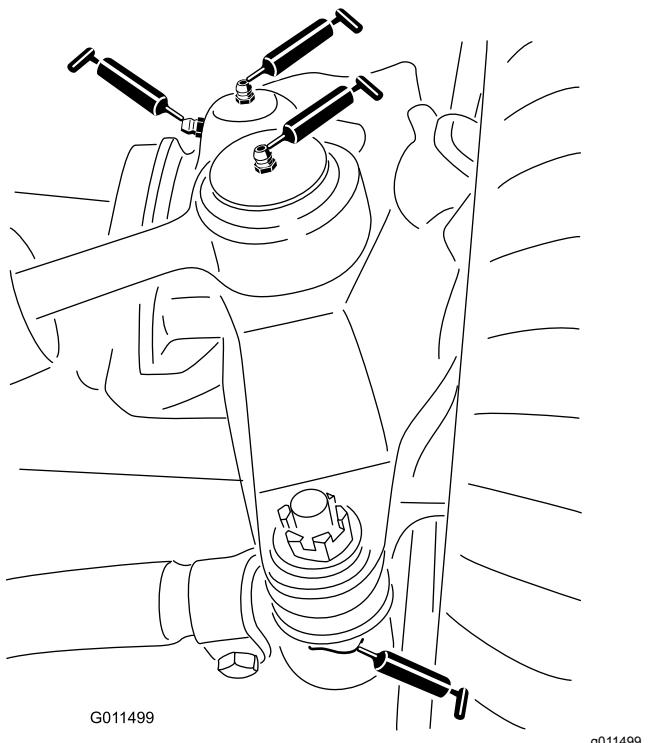

Рисунок 42
- Шаровые опоры гидроцилиндра рулевого управления (2 шт.) (Рисунок 42)
- Шаровые опоры поперечных тяг (2 шт.) (Рисунок 42)
- Втулки поворотных шкворней (2 шт.) (Рисунок 42).